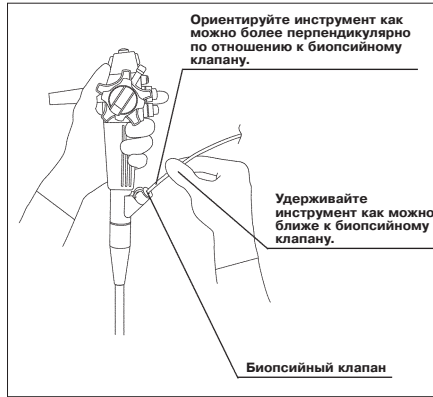

Рис. 3.6
2. Осторожно введите инструмент через биопсийный клапан в инструментальный канал эндоскопа (см. рис. 3.6).